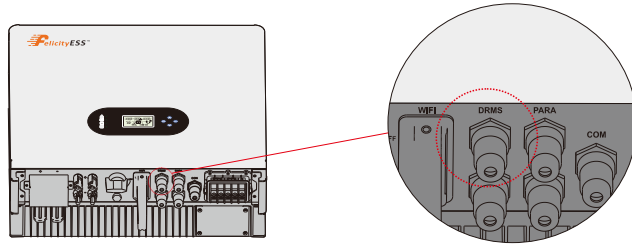

Abbildung 4.5-1 DRMS-Schnittstelle
Schritt 1. Schrauben Sie diese Platte vom Wechselrichter ab. Siehe Abbildung 4.5-1.